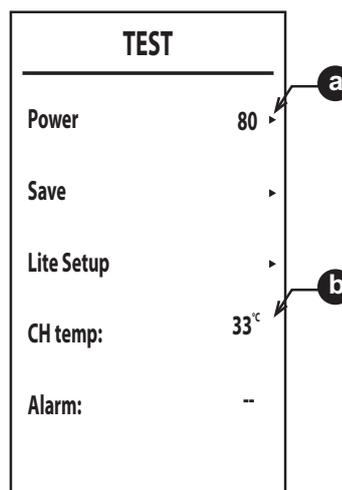

Рис. 31
4. Используя кнопки отопления, просмотрите первые 3 позиции (Power, Save, Lite Setup - Рис. 31) и нажмите кнопку , чтобы подтвердить свой выбор.